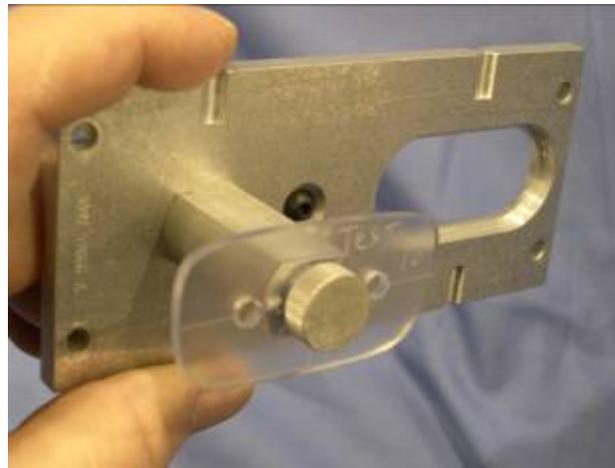

Figura 3.3: Molde montado no suporte de Molde/Lente.
1. Fixe o molde ao suporte de Molde/Lente por meio dos pinos de registro. Fixe o molde com o retentor de molde. Veja a Figura 3.3 ao lado.